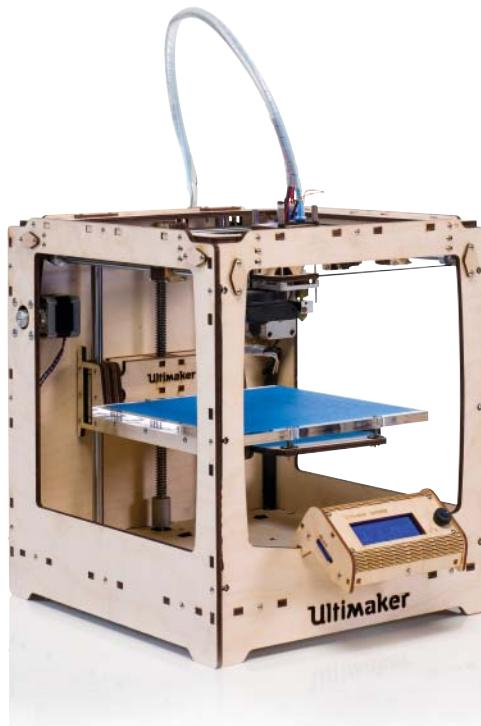

Abbildung 11.8: Der Ultimaker 3D-Drucker
- ✓ **Ultimaker:** Dieser 3D-Drucker, der ebenfalls auf der RepRap-Technologie basiert, war eine der ersten als Bausatz angebotenen Maschinen (siehe Abbildung 11.8). Er verwendet per Laser ausgeschnittene Holzplatten, aus denen ein kastenartiger Rahmen erstellt wird, und seine Konfiguration ist vergleichbar mit derjenigen des frühen RepRap Darwin: Das Druckbett bewegt sich nur nach oben und unten und ein leichter Druckkopf bewegt sich entlang der X- und Y-Achsen. Der Ultimaker ist jedoch kein Darwin: Es ist ein sehr schneller Drucker, der einen *Extruder mit Bowdenzug* verwendet. Bei dieser Methode der Kunststoffextrusion wird die Masse des Motors und des Fadenförderersystems an eine